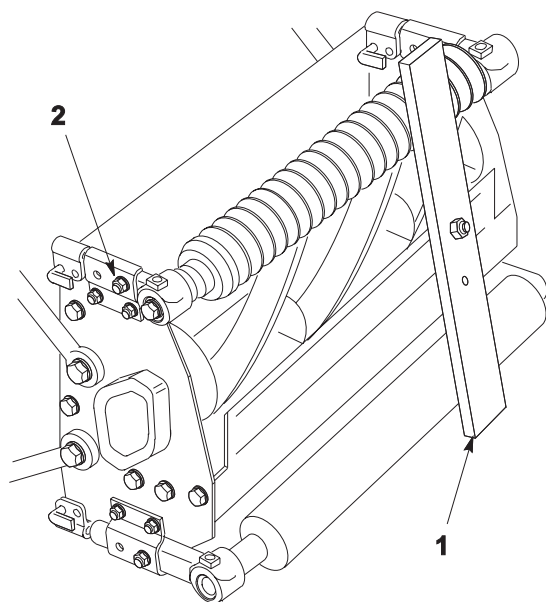

図9
2. 前ローラ・ブラケット（左右）をアングル・ブラケットに固定しているナット（図9）を、それぞれごくわずかだけゆるめる。
4. 前後のローラにゲージバーを差し渡し、ゲージバーのネジ頭がベッドナイフにぴったりと当たるように、前ローラ・サポートネジを調整する（図9）。この調整をCuttingユニットの左右両側で行う。